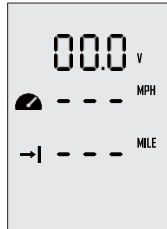

Abbildung 6-1
**Schritt 1:** Drücken Sie im eingeschalteten Zustand die Taste „**M**“ und halten Sie diese gedrückt, um die Einstellungsseite aufzurufen, wie in Abbildung 6-1 dargestellt. Anwender können die Anzeigeelemente je nach persönlichen Bedürfnissen und Vorlieben auswählen.
**Schritt 2:** Auf der Einstellungs-Seite ist das blinkende Element das Objekt, das eingestellt werden soll. Drücken Sie die Taste „**^**“, um die Optionen für das blinkende Element anzuzeigen. Wenn beispielsweise in Abbildung 6-1 „**V**“ auf der Einstellungsseite blinkt, bedeutet dies, dass „**V**“ weitere alternative Optionen hat. Drücken Sie einfach die Taste „**^**“, und „**V**“ verändert sich zu „**%**“, d. h. das angezeigte Element wird von Spannung auf Batteriestand umgeschaltet.